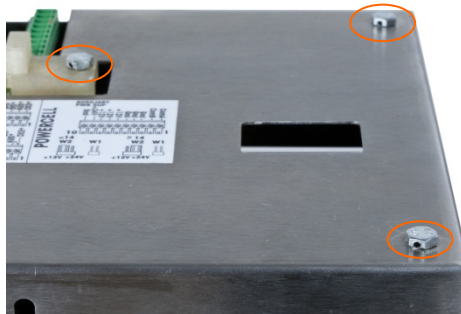

Figura A-94: Cubierta posterior de la caja del panel con tornillos de sello instalados
4. Finalmente, se sella el panel posterior de la caja mediante los tres tornillos estándar, y los tres tornillos de sello indicados en la Figura A-94; dos para asegurar el panel en su lugar en sus salientes, y uno para asegurar un extremo de la guía superior de la tarjeta.